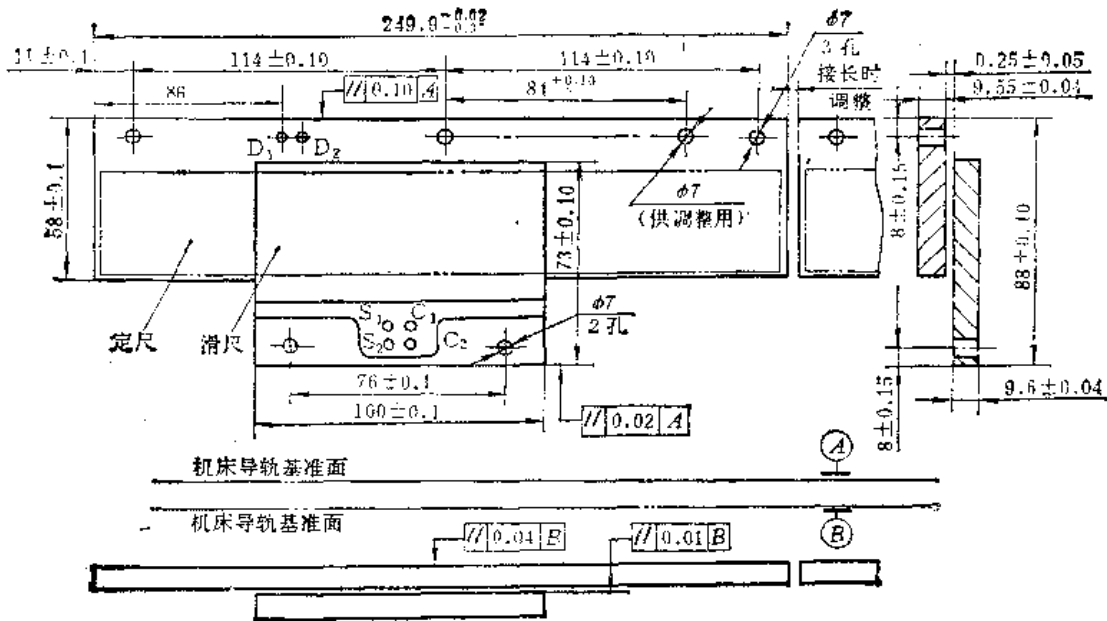

图22-3-1 直线感应同步器外形尺寸, 安装尺寸和安装要求
(2) 外观质量 外表无锈蚀和机械损伤, 基准面无胶、漆等脏物, 插座无松动。
(3) 定尺和滑尺外形尺寸, 安装要求见图22-3-1。
(4) 直流电阻 空气温度为20°C时, 绕组直流电阻应符合如下规定:
如图22-3-1所示: